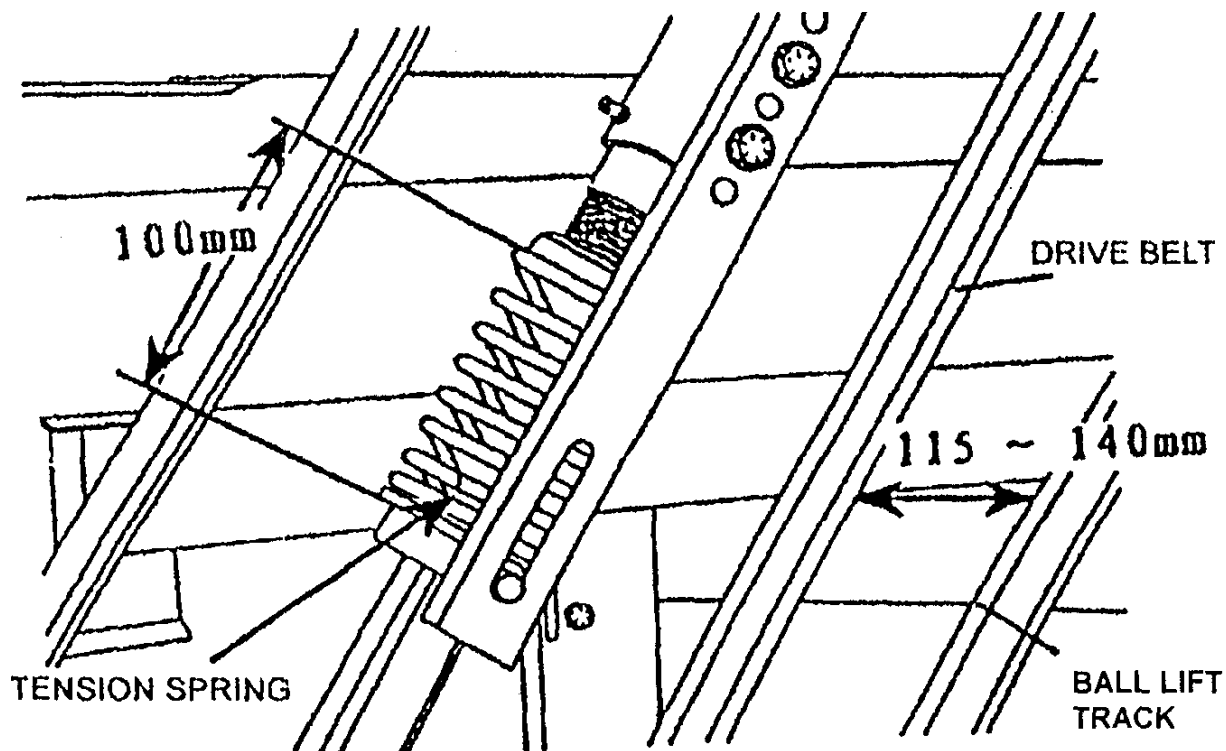

Рисунок 36
2. Для того, чтобы пружина обеспечивала достаточное натяжение ремня, длина должна быть в пределах 100 мм (рис.36).